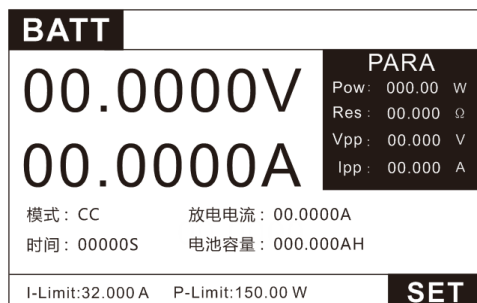

图 3.21 电池模式测试界面
- 1、按  键进入模式选择页面，按上下键选择 BATT，按  键进入 BATT 测试界面图 3.21。
- 2、如图 3.21 在 BATT 界面下，按  键进入设置界面图 3.22。